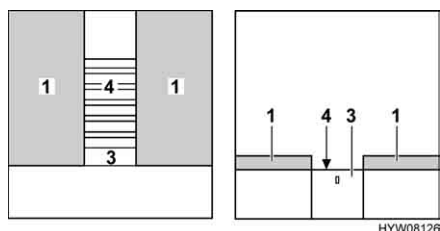

Fig. 78 Durante la trasformazione
- Estrarre completamente il telaio portamaterasso (Fig. 78,4). A tal fine estrarre la base estraibile (Fig. 78,3).